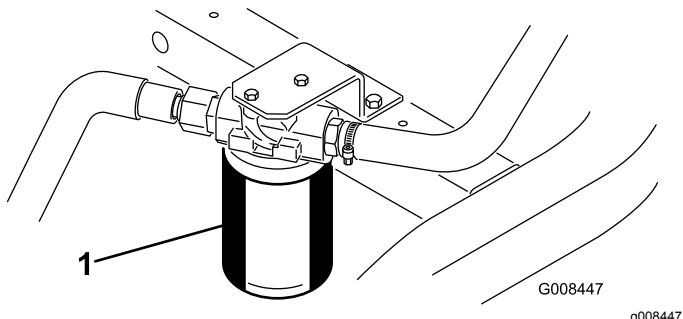

Figura 48
1. Limpie la zona de montaje del filtro (Figura 48). Coloque un recipiente debajo del filtro y retire el filtro.